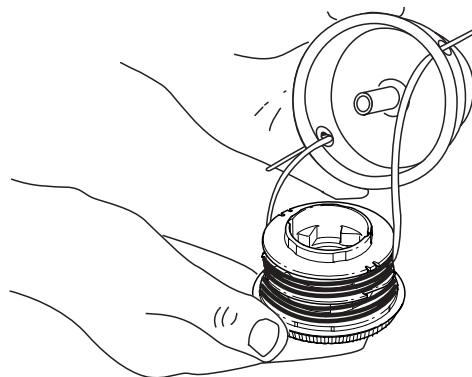

Fig. 53
3. Insérez les extrémités du fil du moulinet intérieur neuf dans les œillets de la bobine extérieure (Fig. 53). Enfoncez le moulinet intérieur neuf, flèche vers le haut, dans la bobine extérieure.